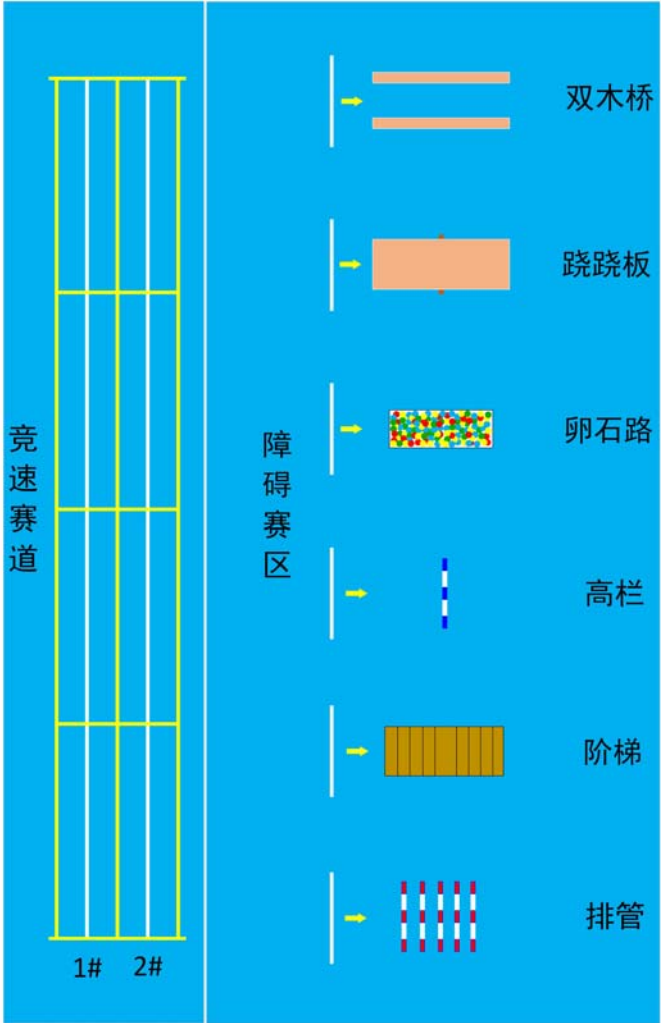

图 1 机器马术赛场地说明
5.1.1 比赛场地上有两条直赛道，每条赛道宽 1200mm，全长 20000mm。赛道两边是 30mm 宽的黄色亚光分隔线，中间有一道白色亚光引导线。从起跑线起每 5000mm 有一道 30mm 宽的白色亚光得分线。除起跑线和终点线外，全场共有三道得分线，如图 1 所示。